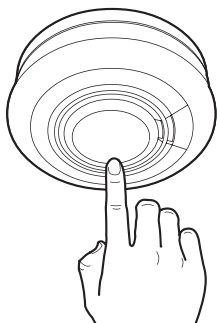

Abb. 11
7. Drücken und halten Sie den Testknopf bei jedem Rauchwarnmelder, um sicherzustellen, dass das Gerät funktioniert (Abbildung 11).